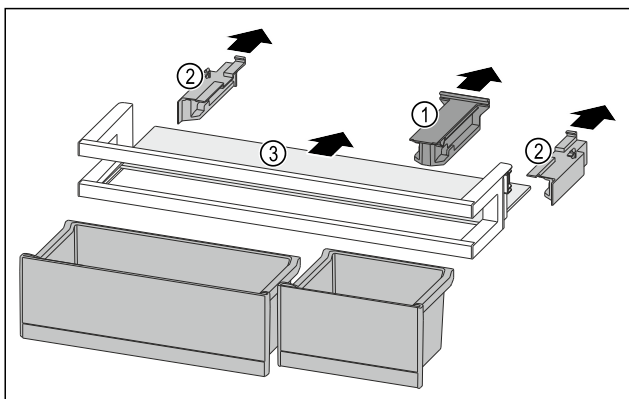

Fig. 146
- Hiqni pjesën mbajtëse Fig. 146 (1).
- Hiqni pjesët anësore Fig. 146 (2).
- Hiqni raftin mbajtës Fig. 146 (3).